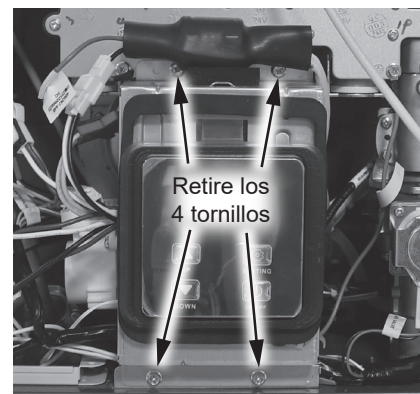

Figura 121 - Retiro de los tornillos del UIM y del soporte
- 7 Ubique el Módulo de interfaz de usuario (UIM) y el soporte. Retire los cuatro tornillos que fijan el soporte al calentador de agua. Deje los tornillos a un lado en un lugar seguro para volver a instalarlos. Consulte la Figura 121.